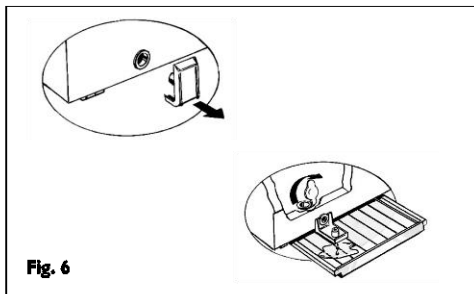

Fig. 6
- Retirez le bouchon de vidange de l'eau de dégivrage interne (selon le modèle) (**Fig. 6**).
- Retirez le bouchon de vidange de l'eau de dégivrage externe (selon le modèle) et remplacez-le comme indiqué sur la **figure 6**.
- Placez une bassine sous le conduit d'évacuation afin de recueillir l'eau encore présente dans l'appareil. Utilisez le séparateur, s'il est disponible (**Fig. 6**).